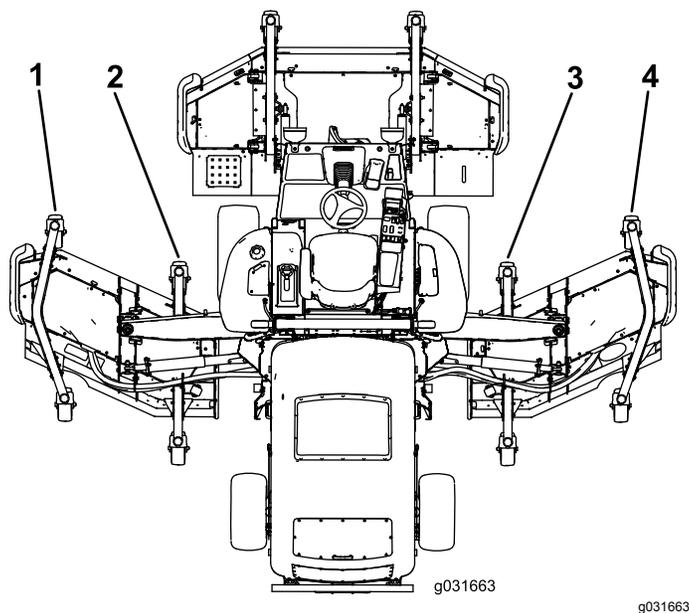

図 27
5. フロント刈り込みデッキの外側ブレードの刈高に比べてウイングデッキの内側ブレードの刈高が高すぎる場合には、そのウイングデッキの前内側キャストアームの下側についているシムを1枚抜き取る **図 26** と **図 27**。
6. 内側ブレードの刈高がまだ高すぎる場合には、そのウイングデッキの前内側キャストアームの下側についているシムをもう一枚抜き取り、さらにそのウイングデッキの前外側キャストアームの下側についているシムを1枚抜き取る 図 26 と 図 27。
7. フロント刈り込みデッキの外側ブレードの刈高に比べてウイングデッキの内側ブレードの刈高が低すぎる場合には、そのウイングデッキの前内側キャストアームの下側にシムを一枚追加する 図 26 と 図 27。